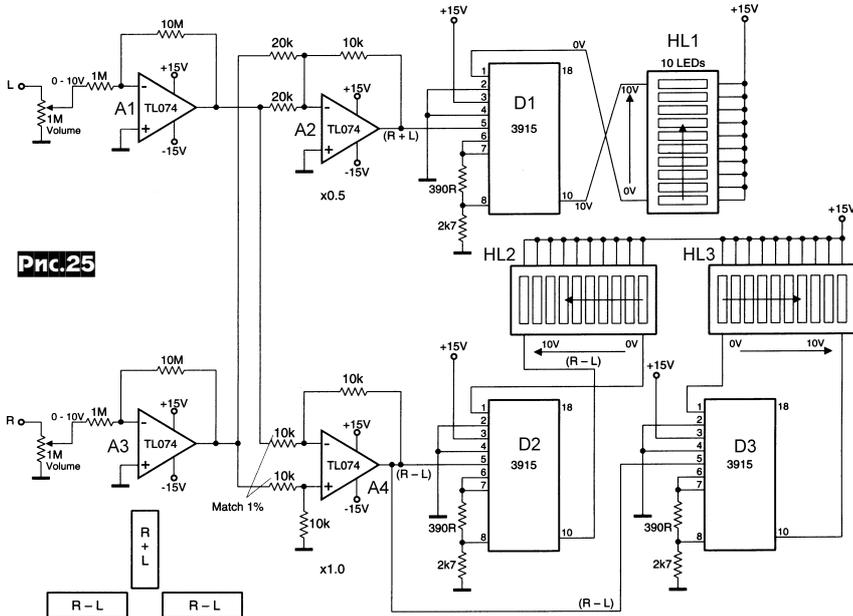

Рис.25
**Светодиодный стереоиндикатор (рис.25) Джеймса Ватсона** выглядит как вертикальная и две горизонтальных линейки из 10 светодиодов. После усиления входными инвертирующими усилителями A1 и A3 сигналы левого L и правого R каналов суммируются ОУ A2 и вычитаются ОУ A4. Суммарный канал (R + L) представляет монофоническую информацию и подается на светодиодный драйвер D1 (National Semiconductor 3915, шаг 3 дБ; подробнее см. «PX» №3/2001, с.33, 34), а разностный (R - L) соответствует стереофоническим данным и подается одновременно на два драйвера D2 и D3. Налаживание сводится к калибровке чувствительности входными делителями напряжения («Electronics World» №12/2001, с.961).